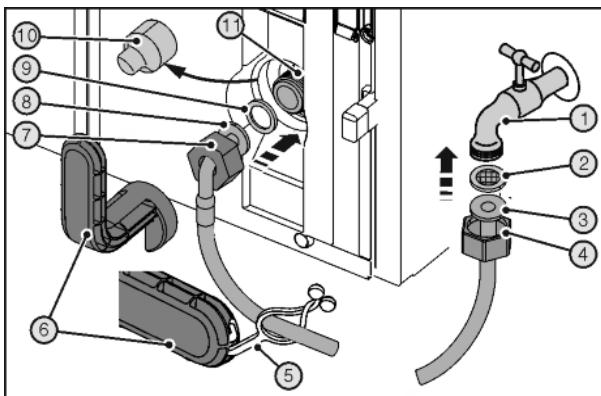

Fig. 44
- До конца сдвинуть гайку Fig. 44 (4) через прямой конец шланга Fig. 44 (3) и удерживать.
- Вставить ситовую ловушку Fig. 44 (2) в гайку Fig. 44 (4).
- Ситовая ловушка Fig. 44 (2) прилегает к прямому концу шланга Fig. 44 (3) и слегка поддерживается.
- Подсоедините к запорному крану Fig. 44 (1) гайку Fig. 44 (4) с расположенной на прямом конце шланга Fig. 44 (3) ситовой ловушкой Fig. 44 (2).
- Временным открытием запорного крана Fig. 44 (1) подачи воды удалить воздух из водопровода и заполнить водой. Шланг для этого держать в ведре.
- Снять крышку Fig. 44 (10).
- До конца сдвинуть гайку Fig. 44 (7) через конец шланга в виде угла Fig. 44 (8) и удерживать.
- Смочить уплотнение Fig. 44 (9) и вдавить в гайку Fig. 44 (7) на конце шланга в виде угла Fig. 44 (8).
- Уплотнение Fig. 44 (9) прилегает к концу шланга в виде угла Fig. 44 (8) и слегка поддерживается.
- Подсоедините к электромагнитному клапану Fig. 44 (11) гайку Fig. 44 (7) с расположенным на изогнутом в виде угла конце шланга Fig. 44 (8) уплотнением Fig. 44 (9).
- Затяните подключение с помощью вспомогательного инструмента Fig. 44 (6) по часовой стрелке, пока не будет достигнут максимальный момента затяжки и вспомогательный инструмент Fig. 44 (6) начнет прокручиваться.
- Откройте запорный кран Fig. 44 (1) системы подвода воды и проверьте герметичность всей водяной системы.
- Зашептите накладку Fig. 44 (5) в вспомогательном инструменте Fig. 44 (6) и для хранения закрепить на шланге из высококачественной стали.